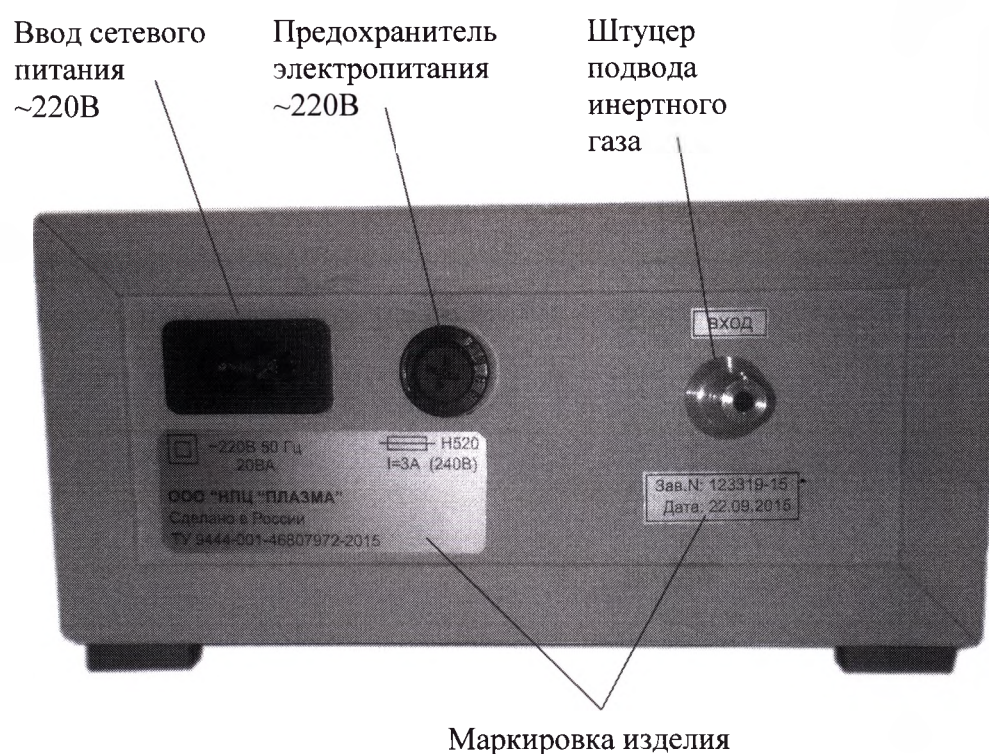

Рис. 3 Вид со стороны задней панели аппарата «Гелиос»
На задней панели аппарата «Гелиос» расположены входной штуцер подвода инертного газа (далее - штуцер «Вход»), электрический предохранитель входного сетевого напряжения 220В, ввод сетевого питания 220В и маркировка изделия, которая содержит серийный номер, дату выпуска (в формате - **число.месяц.год**), информацию о предприятии и стране изготовления аппарата «Гелиос» (см. рис. 3).
- подсоединить шнур электропитания к разъему на задней панели аппарата “Гелиос” (см. рис. 3)
- подключить шланг подачи газа к выходному штуцеру газового редуктора (см. рис. 4) и к быстроразъемному штуцеру “Вход” на задней панели аппарата “Гелиос” (см. рис. 3);
Начало гарантийного срока исчисляется с момента продажи аппарата “Гелиос” потребителю, а при отсутствии отметки о продаже - со дня изготовления аппарата “Гелиос”, указанной на задней панели (см. рис. 3).